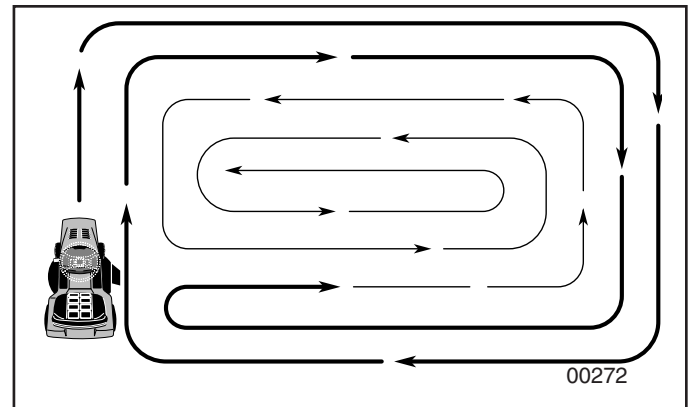

FIG. 12
- Pour tondre une grande surface, on vous conseille de commencer par tourner à droite, de façon à ce que l'herbe ne soit pas déversée sur les arbustes, les clôtures, les allées, etc. Après un ou deux tours, tondez en sens inverse en tournant à gauche jusqu'à ce que le travail soit achevé (Voir la Fig.12).